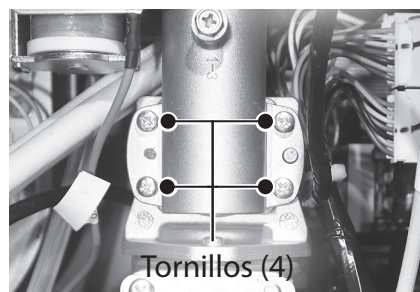

Figura 114 - Retire los tornillos de la válvula de gas.
- 13 Ubique y retire los cuatro tornillos que fijan la válvula de gas al múltiple de gas. Deje los tornillos a un lado en un lugar seguro para volver a instalarlos. Consulte la Figura 114.
- 18 Ubique los cuatro tornillos que se retiraron anteriormente en el Paso 13 y fije el múltiple de gas a la válvula de gas. Figura 114.